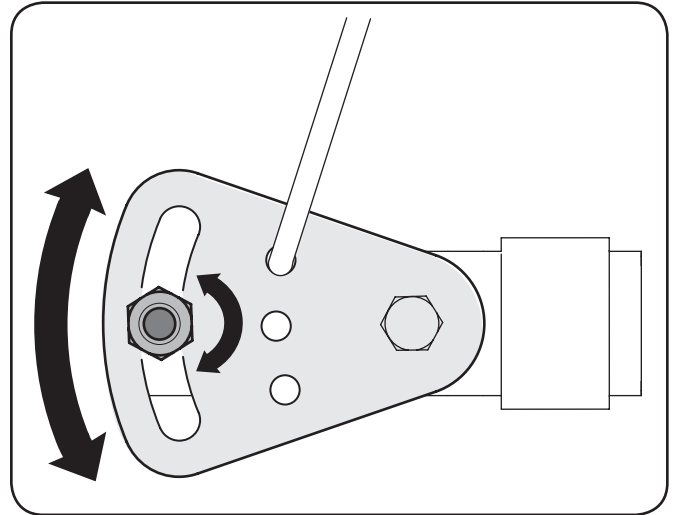

Figura 6-4
Si no se puede lograr toda la gama de velocidades (avance y retroceso), consulte la Figura 6-4 y ajuste el cable de cambios de la siguiente forma:
- Afloje la tuerca hexagonal del soporte de posicionamiento del cable de cambios. Vea la Figura 6-4.